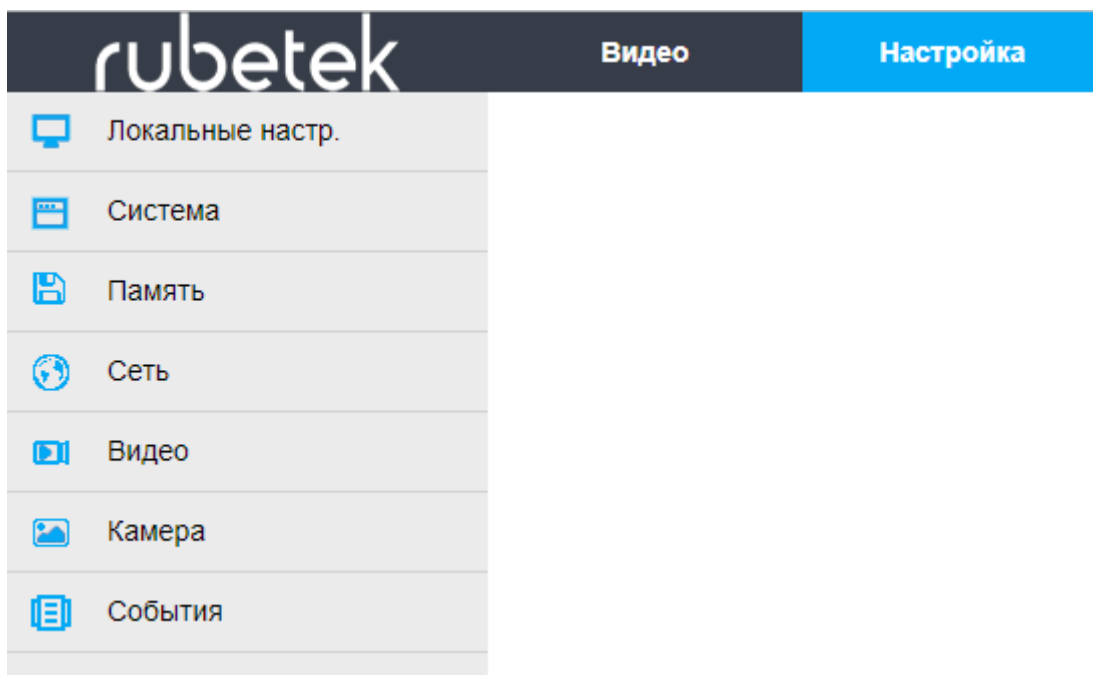

Рисунок 3.15 - Интерфейс раздела «Настройки»
14. Настройка видеокamеры производится на соответствующих вкладках (Рисунок 3.15). Также возможно изменение некоторых настроек камеры по протоколу ONVIF.